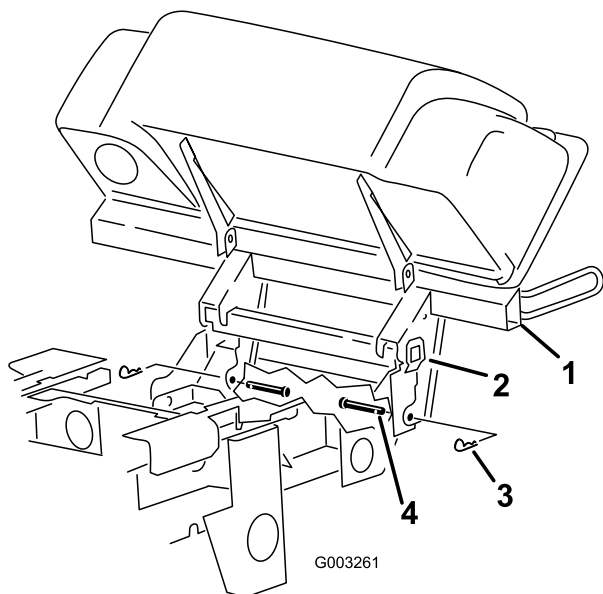

Figura 8
2. Instale los 2 pasadores en el conjunto del capó y el soporte de montaje del ensacador. Asegúrelos con 2 clavijas de horquilla (Figura 8).